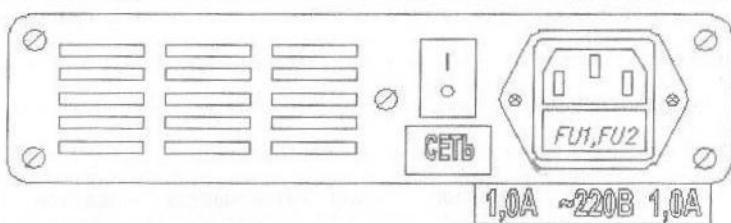

Рисунок 3 - Внешний вид панели питания облучателя
Панель питания облучателя (рисунок 3) содержит:
- 3) подключить сетевой кабель из состава облучателя к разъему сетевой вилки, расположенной на панели питания облучателя (рисунок 3).
**2.3.4** Подключить облучатель к питающей сети ~220В, 50Гц с помощью сетевого кабеля и установить переключатель СЕТЬ, расположенный на панели питания (рисунок 3), в положение «I».